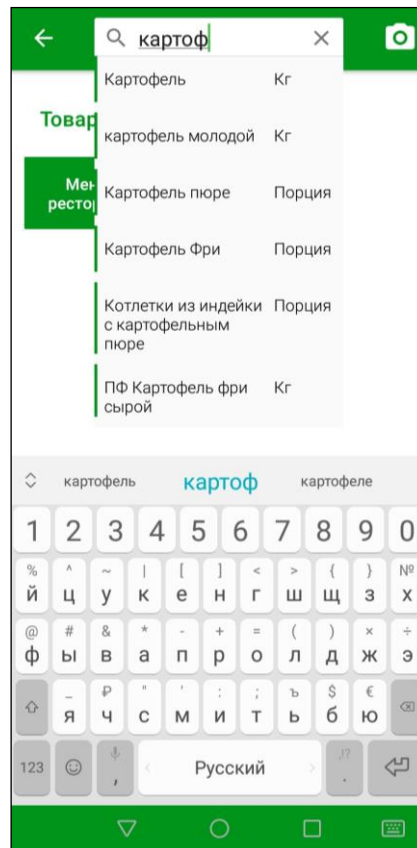

Рис. 85
- Кнопка  открывает строку поиска, в которую можно ввести часть названия товара и выбрать нужный из появившегося списка вариантов для просмотра информации о нем (см. Рис. 85).